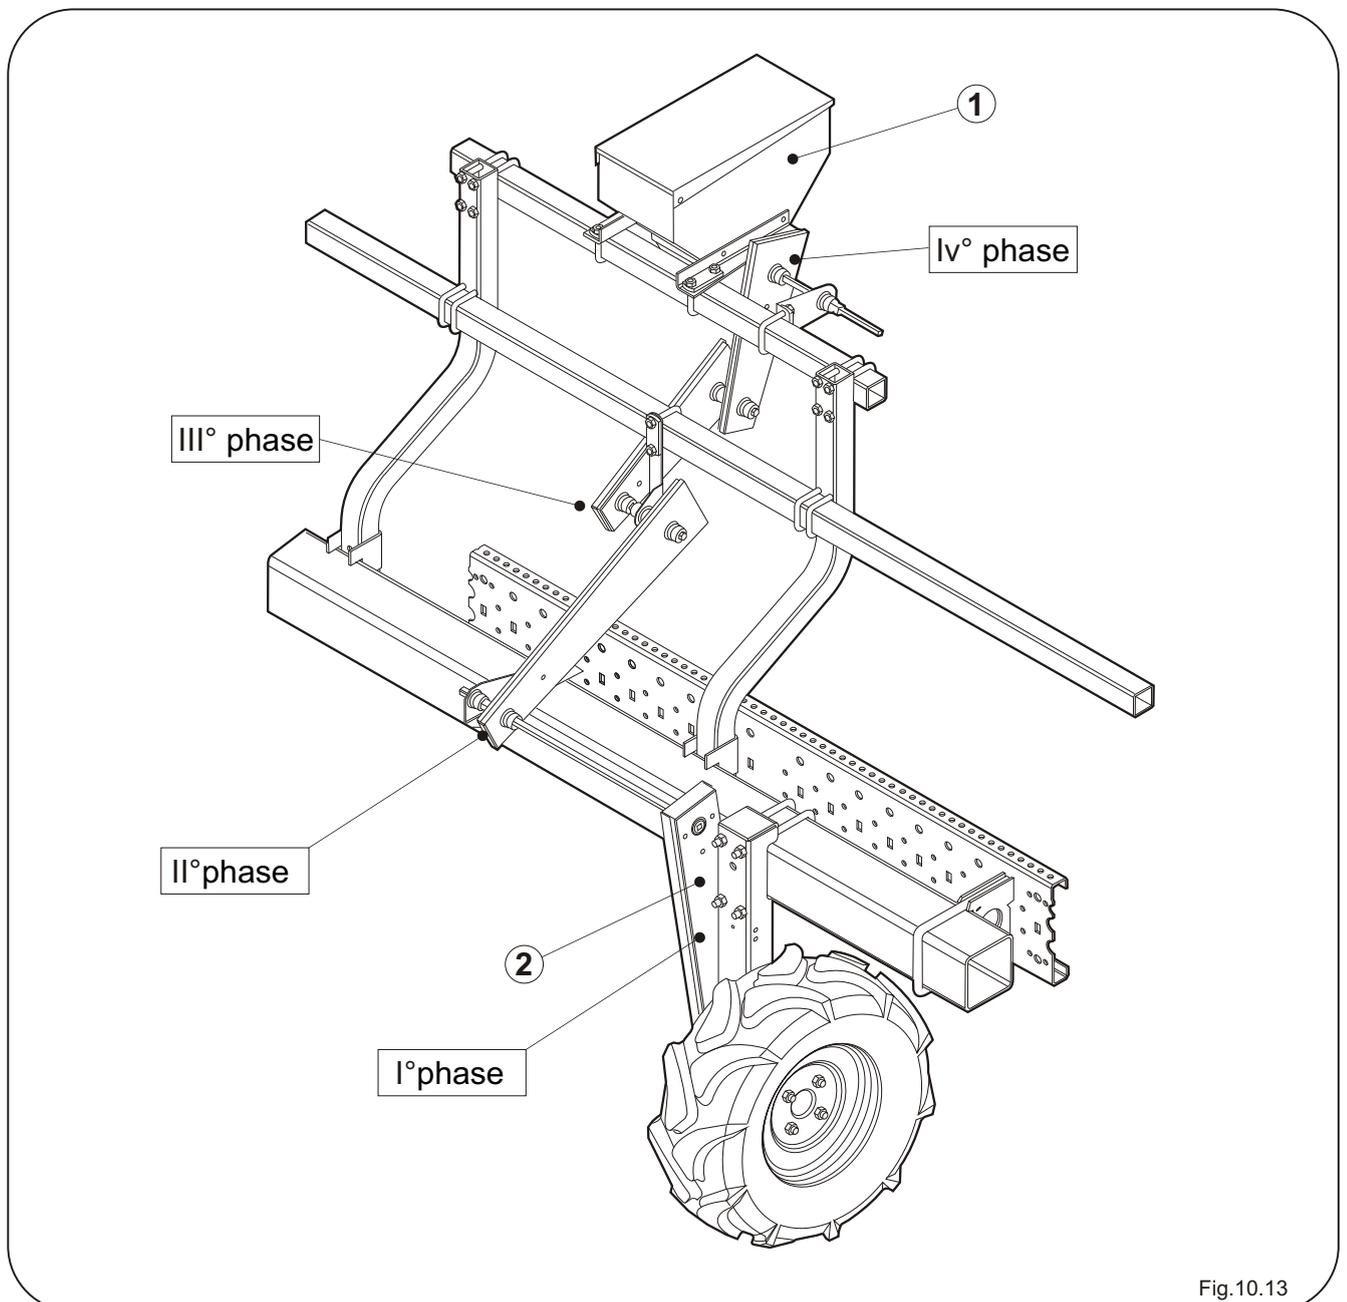

Fig.10.13
- Enlever le crampillon **M** en tenant le distributeur **N** d'une main pour éviter que le distributeur tombe (Fig.10.13);